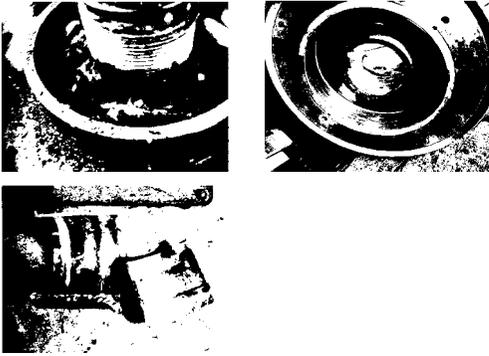

图 1 事故后泵轴于轴套照片
1.2.3 检修方面 泵解体后发现, 轴与轴套几乎全部抱死, 大部分轴套被击碎, 每级蜗壳都有不同程度的裂缝, 级数越高损坏越严重, 1级、2级损坏较轻, 高压段损坏最为严重, 迷宫型密封也有不同程度的磨损, 可以说是惨不忍睹。照片见图 1。